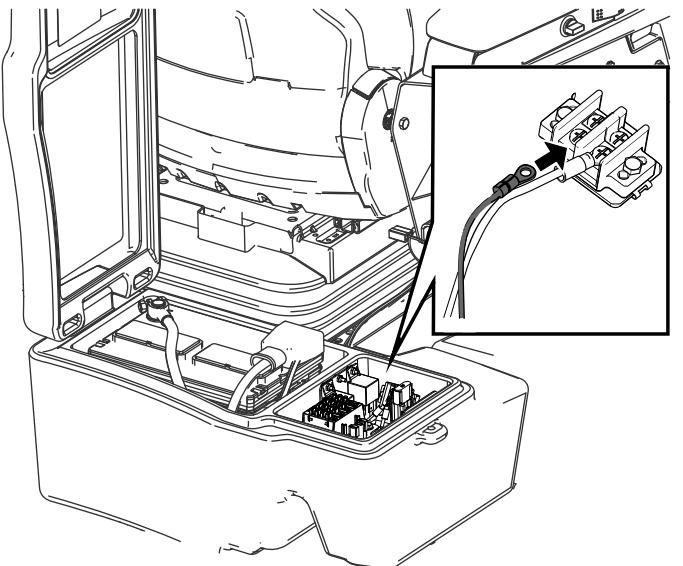

Bild 25
5. Schließen Sie den Ösenanschluss an der Erdungsklemme an, wie in Bild 25 abgebildet.